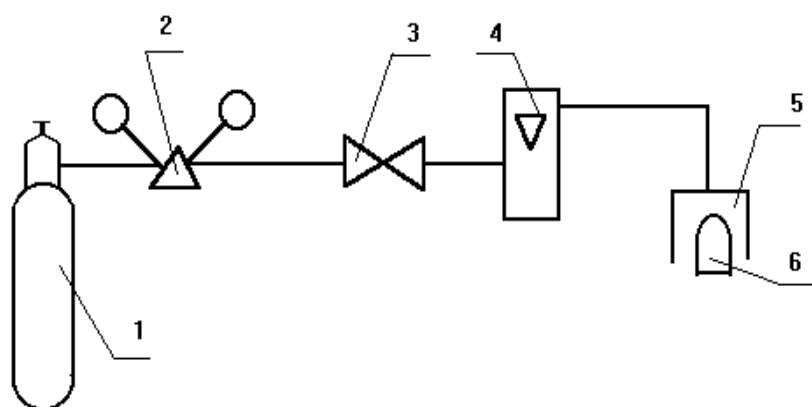

Рис.4. Схема поверки газоанализатора
- ◆ собрать схему измерений для поверки шкал прибор на метан, пропан, бутан (рис.4);